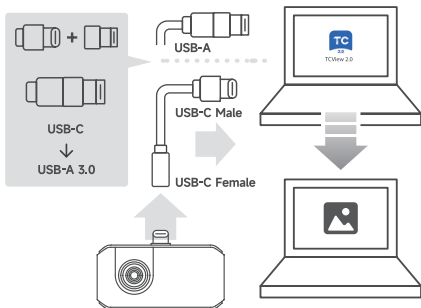

Figura 3.2.1
2. Conecte a câmera M192 a um computador com Windows usando o cabo adaptador fornecido (veja a figura 3.2.1) .